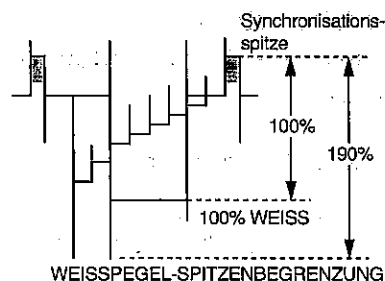

Abbildung 5-4.
1. Ein Oszilloskop an Pin (48) des IC401 und GND anschließen.
3. Die Überschwungung des Videosignals muß bei 190 % begrenzt werden, wie in Abbildung 5-4 dargestellt.